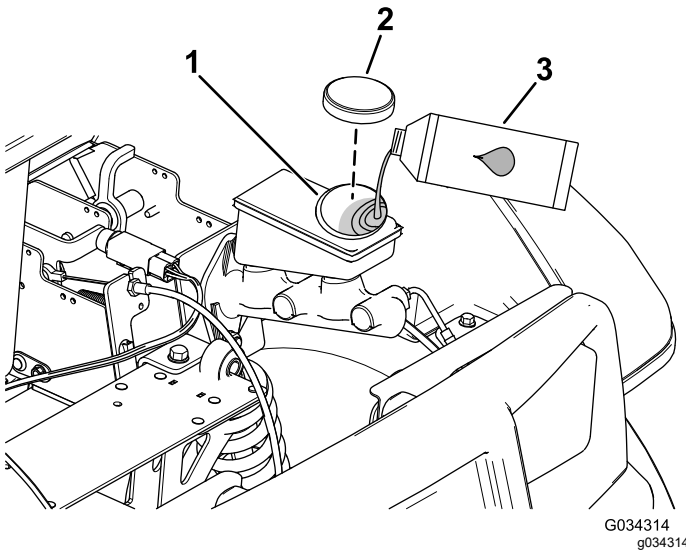

Bild 51
2. Heben Sie die Haube an, um den Hauptbremszylinder und den Behälter zugänglich zu machen (Bild 51).
- A. Reinigen Sie den Bereich um den Behälterdeckel und nehmen den Deckel ab (Bild 51).
- C. Schrauben Sie den Behälterdeckel wieder auf (Bild 51).